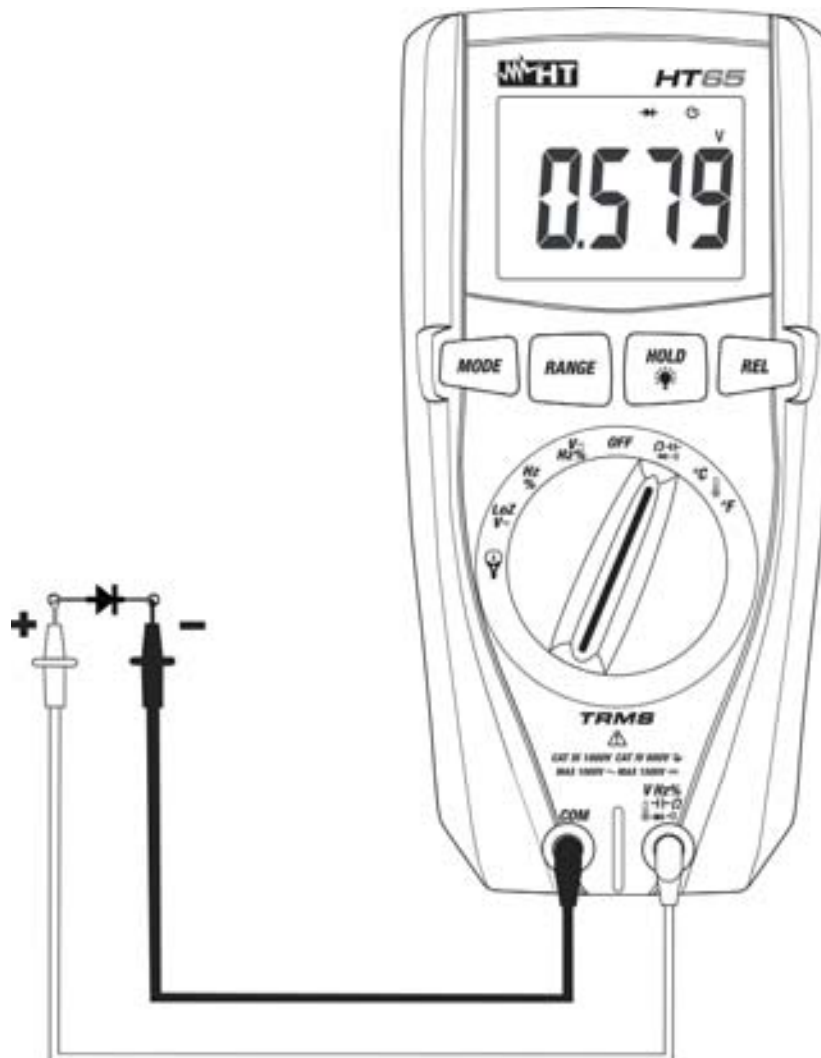

Abb. 7: Verwendung des Gerätes für Diodenprüfung
4. Verbinden Sie die Messleitungen mit den jeweiligen Enden der zu messenden Diode (siehe Abb. 7) und achten Sie dabei auf die angegebene Polarität.. Der Wert der direkt polarisierten Schwellenspannung wird im Display angezeigt.
6. Wenn das Gerät die Meldung "**OL**" anzeigt, sind die Klemmen der Diode invertiert mit Bezug auf die Angabe in Abb. 7, oder die P-N Verbindung der Diode ist beschädigt.